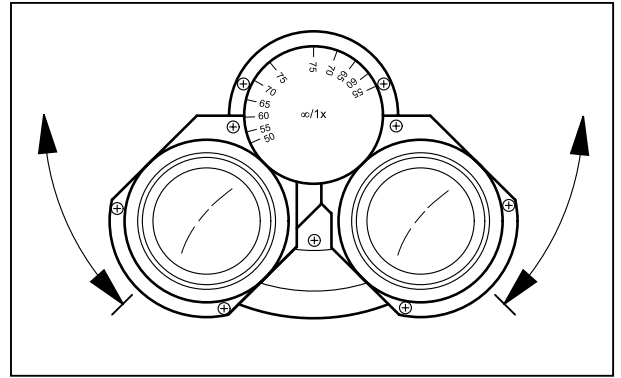

Figura 18 Ajuste de la distancia entre los oculares
- Adaptar la distancia entre los oculares a la distancia interpupilar individual del observador por giro simétrico de los dos portaoculares en contrasentido (Figura 18).